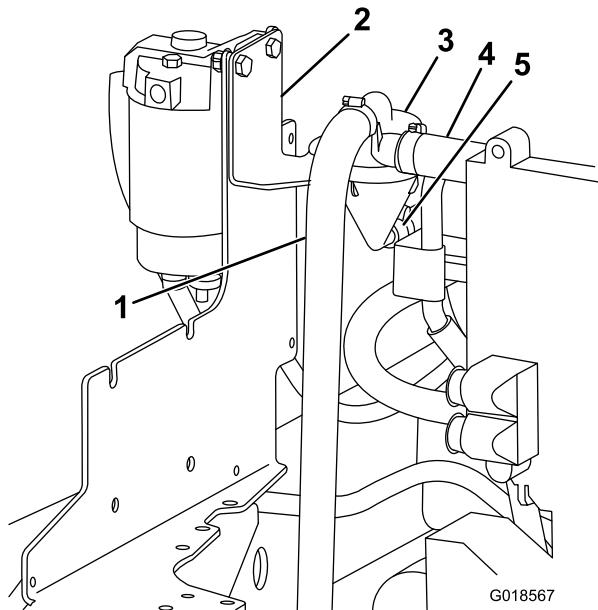

Figura 1
- Staccate il flessibile dello sfiatatoio e quello di ritorno dell'olio dallo sfiatatoio esistente (Figura 1).
- Togliete lo sfiatatoio (con il tubo attaccato) e la relativa staffa dalla macchina ed eliminateli (Figura 1).